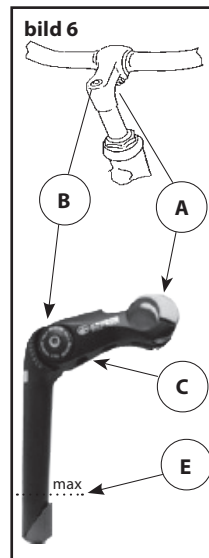

bild 6
3. Dra till spännskruven (Bild 6 B)
Ställ in styret genom att lossa på spännskruven (**bild 6/A**). Ställ in styrets höjd genom att lossa på justerbara styrstammens spännskruv (**bild 6/B**). Också styrstammens vinkel kan Du ställa in genom att lossa på spännskruven (**bild 6/C**).
HÖJ INTE STYRSAMMEN ÖVER MAX-MÄRKET! (**bild 6/E**)